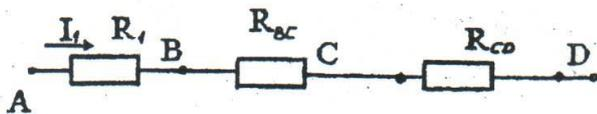

Рисунок 9 - Электрическая схема
Схема принимает вид, приведенный на рис. 9.
7. Переходя от схемы к схеме в обратном порядке, найдем остальные токи. Так как схема, изображенная на рис. 9, представляет последовательное соединение участков АВ, ВС, СД, то на основании первого свойства этого вида соединения следует, что $I = I_{AB} = I_{BC} = I_{CD} = 5 \text{ А}$; ($I_1 = I_{AB} = 5 \text{ А}$)